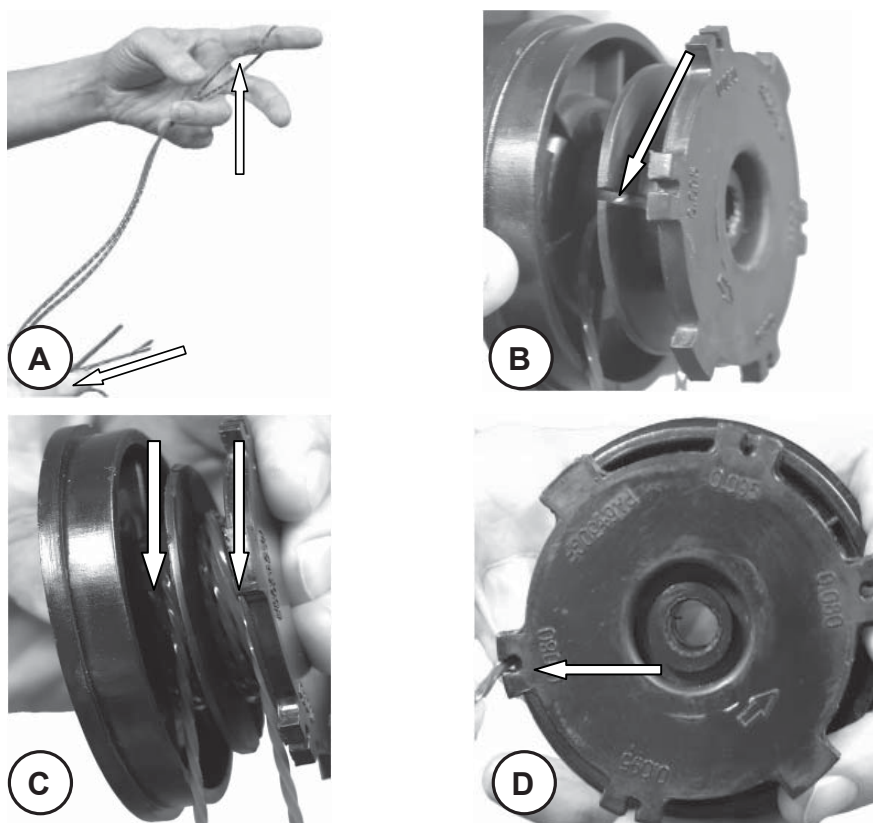

Рис.6
1. Отрежьте корд длиной 5,4 м. Сложите его вдвое и выровняйте концы (Рис.6А)
2. Установите корд петель в паз на катушке(Рис.6В).
3. Намотайте корд плотно с натягом против часовой стрелки в пазы на катушке (Рис.6С).